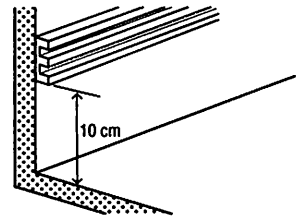

Fig. 17 : Moulure bois à 10 cm au-dessus du sol.
– En l'absence de plinthes, la moulure doit être posée à au moins 10 cm au-dessus du sol fini (fig. 17) (NFC 15-100 ; 529.2.4).